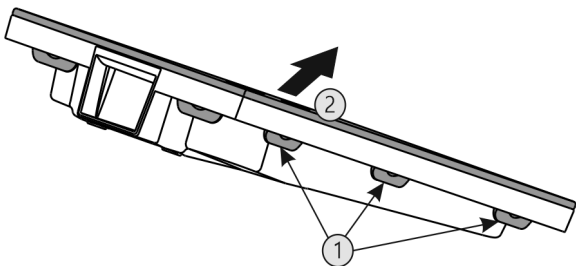

Fig. 41
- ▶ Всі накладки Fig. 41 (1) натиснути послідовно і вийняти кришку Fig. 41 (2).